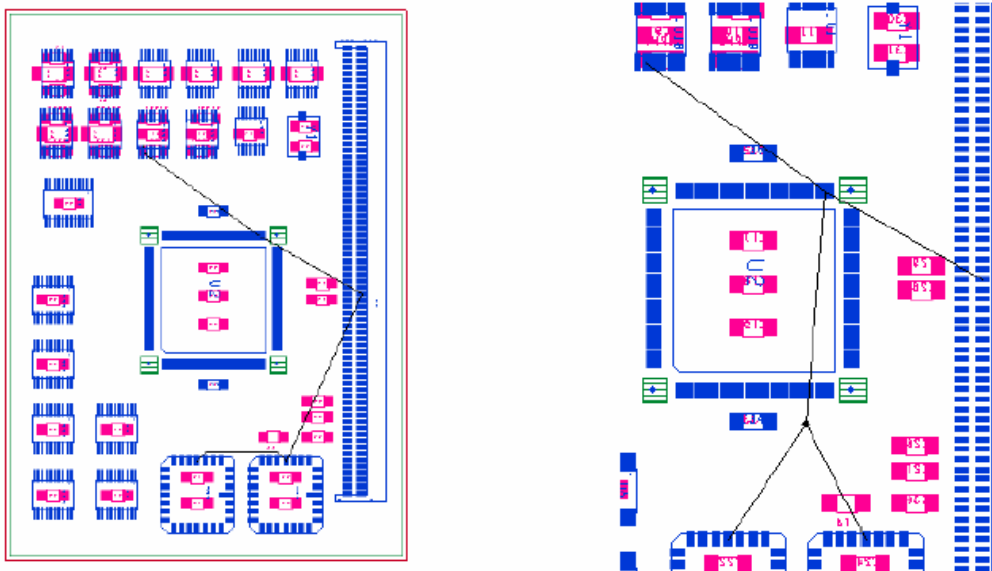

图 9-3 排序前和重新排序后的网络鼠线
7. 回到 PCB Design 界面, 查看网络 A3 的鼠线已经显示出来, 右键点击在弹出的菜单选择【Done】。下面将完成网络节点的重新排序, 请见图 9-3 是排序前和重新排序后的网络鼠线。